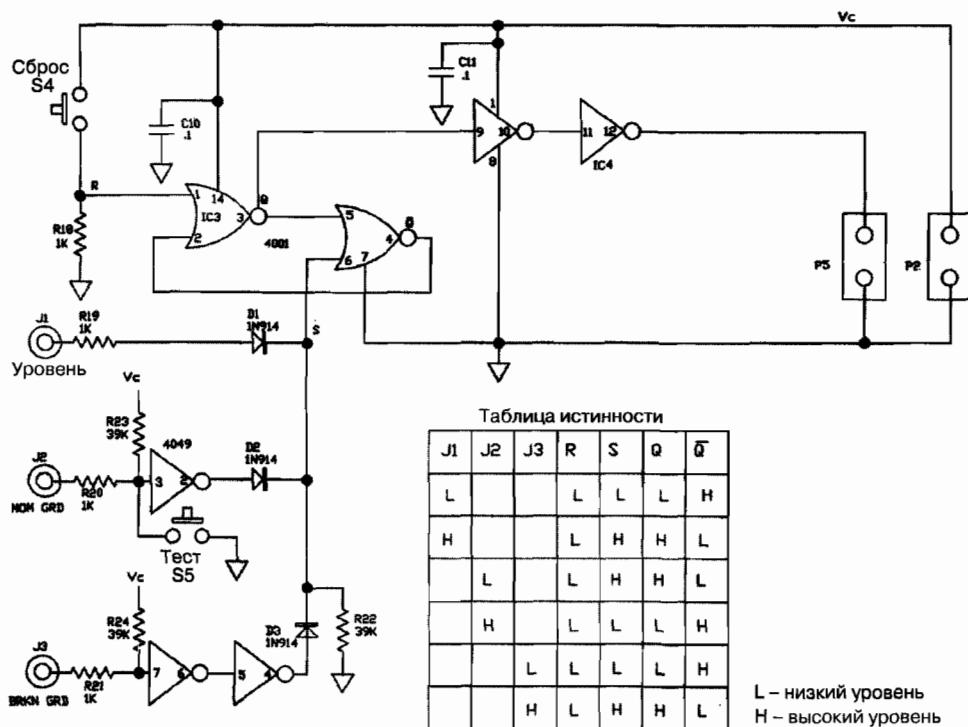
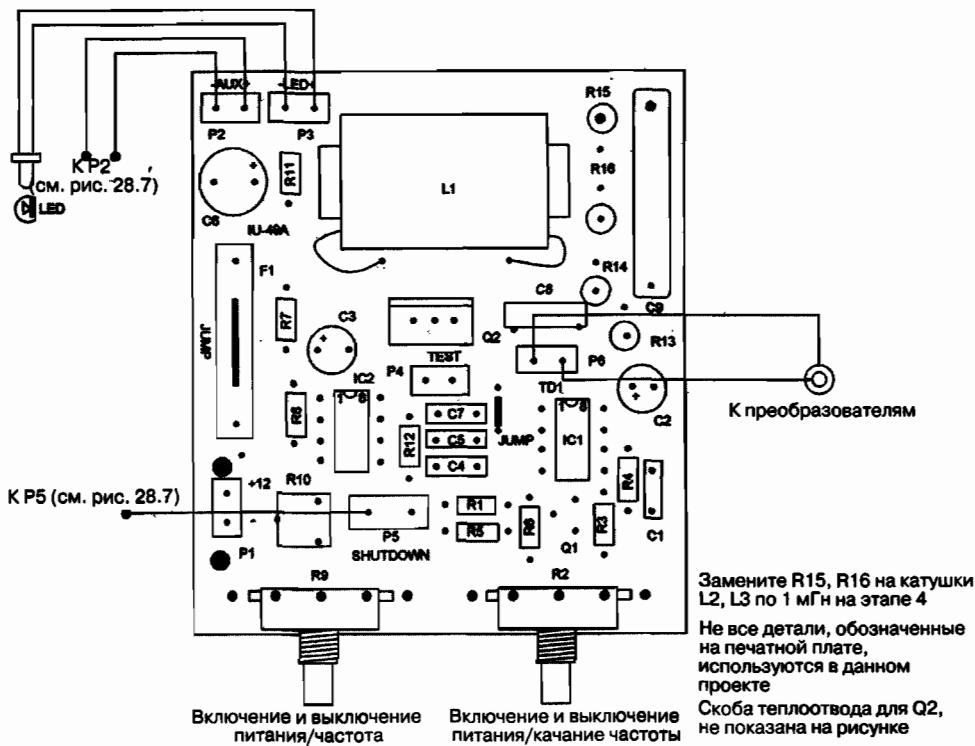

Рис. 28.3. Схема обнаружения
Рис. 28.4. Печатная плата PCB и первый уровень соединений
Схема обнаружения состоит из входов J1, J2, J3, которые контролируют вторжение и подают питание на штеккер P5, включая таймер IC2. Переключатель S4 позволяет сбросить схему в исходное состояние. Тестовым переключателем S5 проводятся предварительные испытания работы системы. Работа схемы обнаружения, подключение разъемов и таблица истинности показаны на рис. 28.3.
1. Разложите и идентифицируйте все детали и элементы сборочной платы (рис. 28.4), сенсорной платы (см. рис. 28.3) и остальные детали для окончательной сборки.
- Соберите печатную плату (см. рис. 28.4). При сборке в первую очередь обратите внимание на полярность электролитических конденсаторов, диодов, правильность установки транзисторов, интегральных микросхем.
Обратите также внимание на две проволочные перемычки. Будьте внимательны, чтобы не образовывались мосты из припоя на металлизации медной фольгой печатной платы PCB, поскольку это может вывести из строя компоненты схемы. Присоедините около 15 см провода к установленным на передней и задней панели элементам, как показано на рис. 28.4 и 28.5. Обратите внимание, что большинство резисторов устанавливаются вертикально для увеличения плотности монтажа. Всегда оставляйте зазор по меньшей мере в 0,16 см между корпусом элемента и платой. Опытные радиолюбители могут использовать монтажную плату с перфорацией отверстий. При размещении элементов и выполнении соединений ориентируйтесь на схему (см. рис. 28.4). Выводы компонентов, задействованные по принципиальной схеме, будут использоваться для соединений. Пока не отрезайте их, а загните, чтобы исключить выпадение
4. Установите печатные платы на шасси, необходимые элементы на панелях (см. рис. 28.4 и 28.5). Скрутите провода и разместите их, как показано. Используйте небольшие куски клейкой ленты для фиксации проводов.